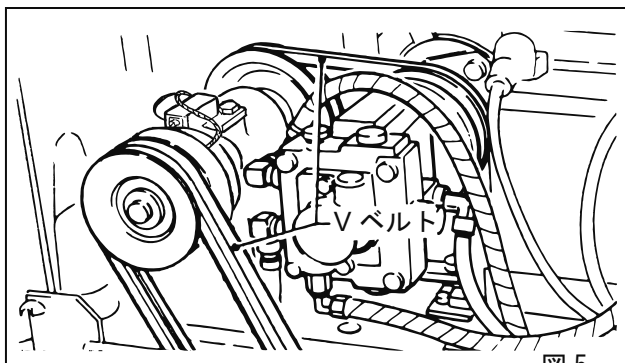

図 5
- センターカバーを開き V ベルトの緩みを点検します。張りが弱いと振動が弱くなります。(図5)
回転部(ベルト、プーリー等)に手、服装が巻き込まれると、大変危険です。(図5)